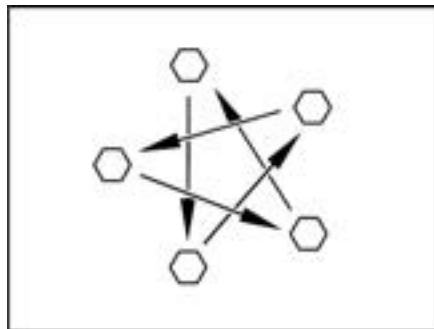

Bild 185 Radmuttern oder Radschrauben über Kreuz anziehen
- Radmuttern oder Radschrauben regelmäßig auf festen Sitz prüfen. Radmuttern oder Radschrauben eines ausgewechselten Rades nach 50 km über Kreuz nachziehen (Bild 185).
- ▷ Radmuttern oder Radschrauben über Kreuz anziehen (Bild 185).